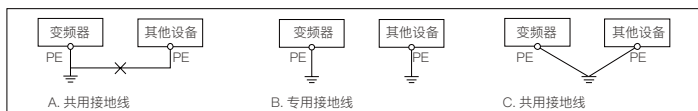

图 4-13 推荐的接地方式
切勿与其它动力设备共用接地线 (A)，可共用接地极 (C)，但各有专用接地极 (B) 的效果最优，如图 4-13 示。